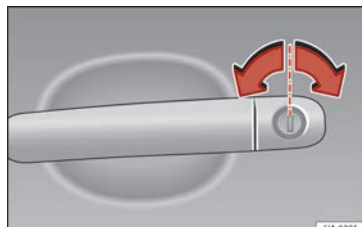

Abb. 3 Griff der Fahrtür mit Schließzylinder.
- Schlüsselbart in den Schließzylinder stecken und Fahrzeug ent- bzw. verriegeln **»» Abb. 3.**